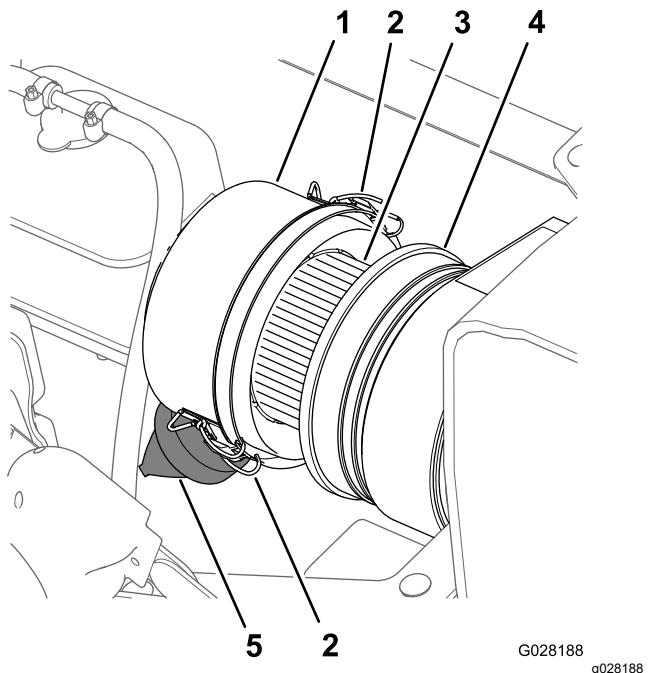
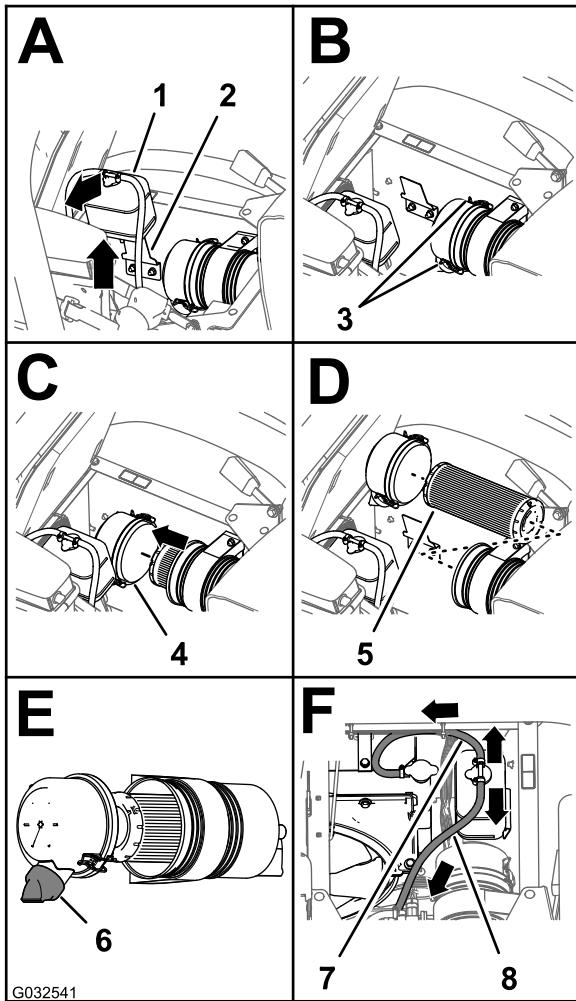

Рисунок 71
Рисунок 72
3. Очистите пылезащитную крышку и корпус воздухоочистителя (Рисунок 71).
4. Проверьте корпус воздухоочистителя на отсутствие повреждений, которые могли бы вызвать утечку воздуха (Рисунок 71).
5. Сожмите пылезащитный клапан, чтобы очистить его от загрязнений, пыли и мусора (Рисунок 71).
7. Проверьте элемент воздушного фильтра на чрезмерное скопление пыли, загрязнений и мусора (Рисунок 71).
8. Установите пылезащитную крышку на корпус воздухоочистителя и зафиксируйте ее двумя защелками (Рисунок 71).
- Очистите пылезащитную крышку и корпус воздухоочистителя (Рисунок 71).
- Поднимите расширительный бачок охлаждающей жидкости вверх и снимите его с опорного кронштейна бачка (Рисунок 72).
- Отпустите 2 защелки, фиксирующие пылезащитную крышку на корпусе воздухоочистителя (Рисунок 72).
- клапан влажной тканью (Рисунок 71 и Рисунок 72).
- Вставьте элемент воздушного фильтра в корпус воздухоочистителя (Рисунок 72).
- Установите крышку на корпус воздухоочистителя и зафиксируйте ее двумя защелками (Рисунок 72).
- Примечание:** Убедитесь, что пылезащитный клапан установлен в положение «между 5 и 7 часами», если смотреть с торца (Рисунок 72).
- Совместите расширительный бачок охлаждающей жидкости с опорным кронштейном бачка и плотно посадите бачок на место (Рисунок 72).
- Внимание:** Убедитесь, что шланг сброса давления направлен вперед и вниз, а вентиляционный шланг бачка направлен назад, как показано на Рисунок 72.